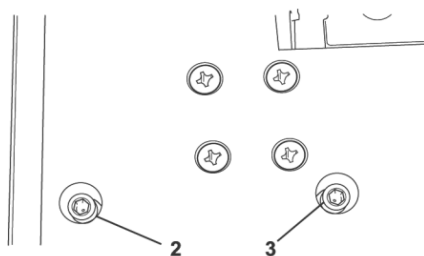

Fig. 10 – Ajuste do ângulo
5 - Caso seja necessário ajustar o ângulo, na base da máquina existem dois parafusos allen de regulagem. O parafuso allen (2) regula o ângulo de 0° e o parafuso (3) é para a regulagem do ângulo de 45°, fig. 10.